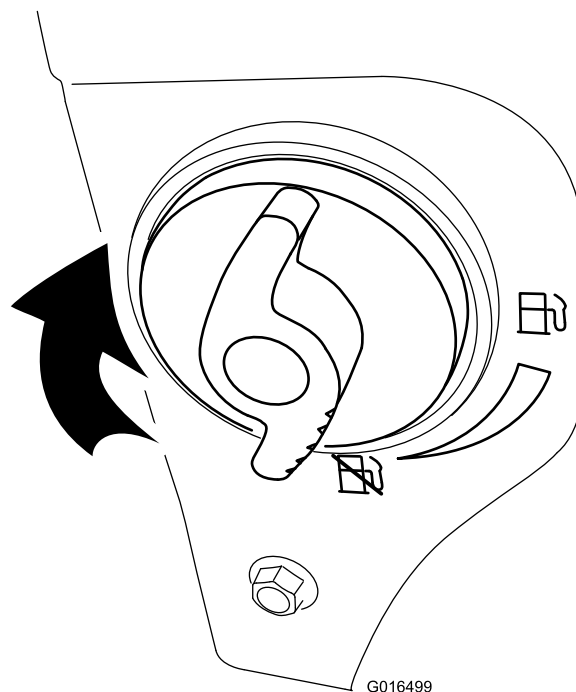

Figure 33
4. Fermez le robinet de carburant en le tournant dans le sens horaire (Figure 33).